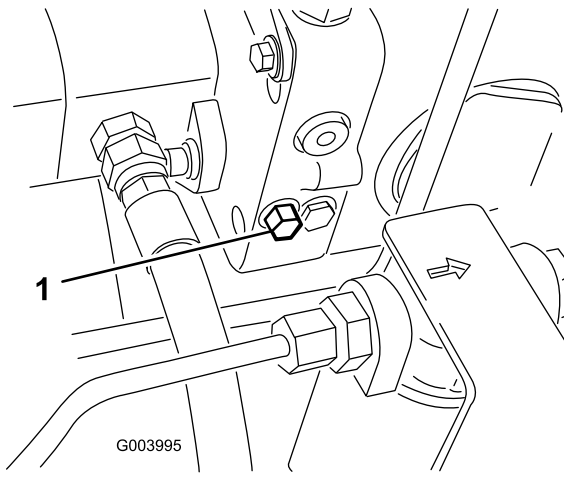

图40
1. 将旁通阀螺栓旋转 1-1/2 圈打开旁通阀并允许油在内部分流 图40。